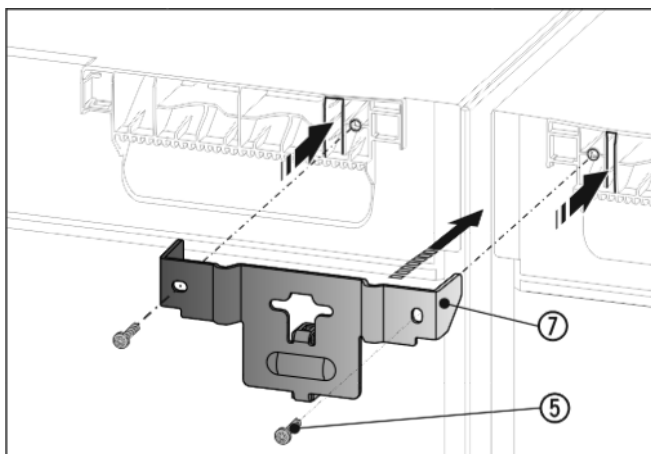

Fig. 9
- ▶ Надвинуть угол Fig. 9 (7) с помощью распорной детали между устройствами и накладками в крышку устройства. Прикрутите 2 винтами Fig. 9 (5).